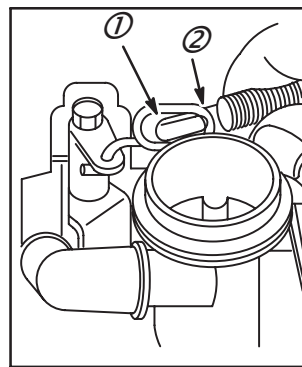

Fig. 53
1. Maintenir le ressort de régulateur la boucle étroite vers le bas (1).
2. Accrocher la boucle large dans la biellette de papillon comme indiqué en (2), Fig. 53 et tirer la boucle vers le levier de papillon jusqu'à ce que le ressort accroche.